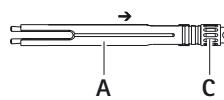

Fig. 2
- Ruotare la bussola esterna A il più possibile in direzione della vite di arresto C, vedere Fig. 2.